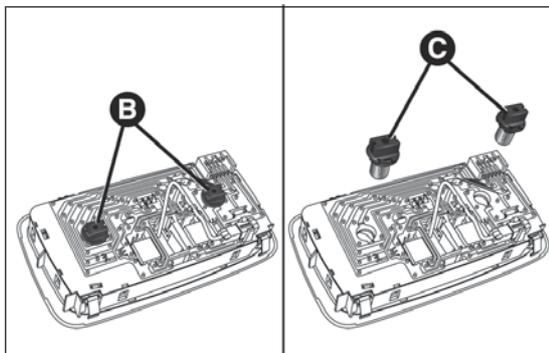

fig. 193
- aflojar los alojamientos B fig. 193 de las lámparas y extraerlas soltándolas hacia fuera y, a continuación, sustituir las lámparas C;